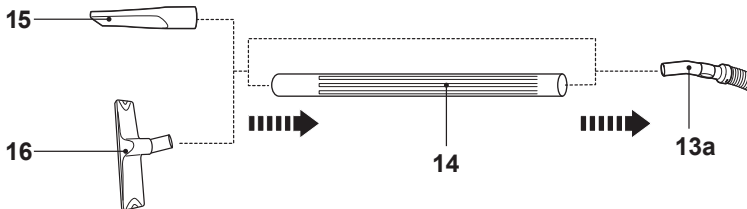

Fig. 14
> Conecte o(s) tubo(s) de extensão (14) e/ou acessório (15, 16) no manípulo da mangueira (13a), se necessário (Fig. 14).